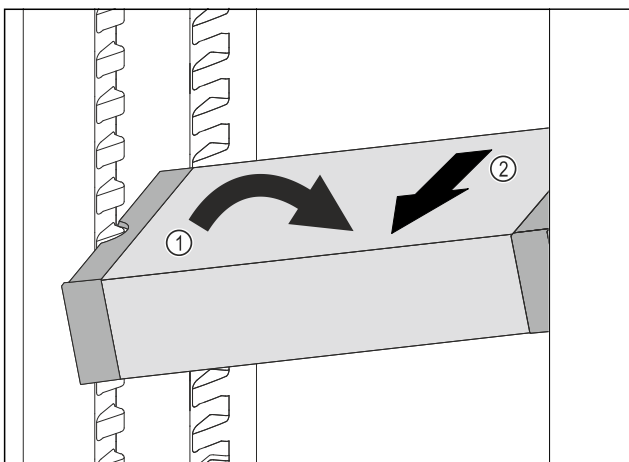

Fig. 104
- ▶ Impostare il vano frigorifero di VarioSafe ad angolo. Fig. 104 (1)
- ▶ Rimuovere VarioSafe tirando in avanti. Fig. 104 (2)